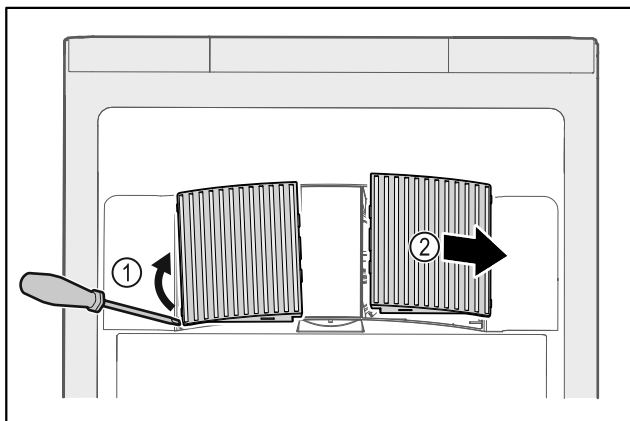

Fig. 179
- Ventilatorafdekkingen voorzichtig aan de zijkant eruit halen Fig. 179 (1) en naar de voorkant toe verwijderen Fig. 179 (2).